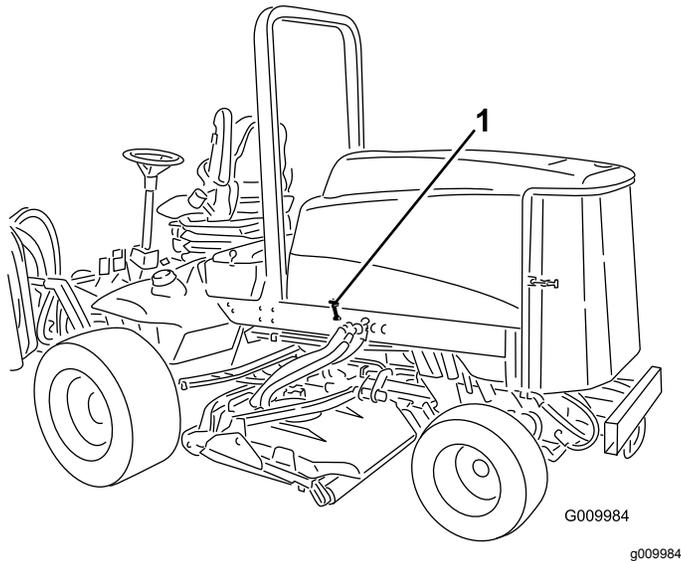

Figura 47
1. Rilasciate i fermi del cofano (Figura 47) e ruotatelo per aprirlo.